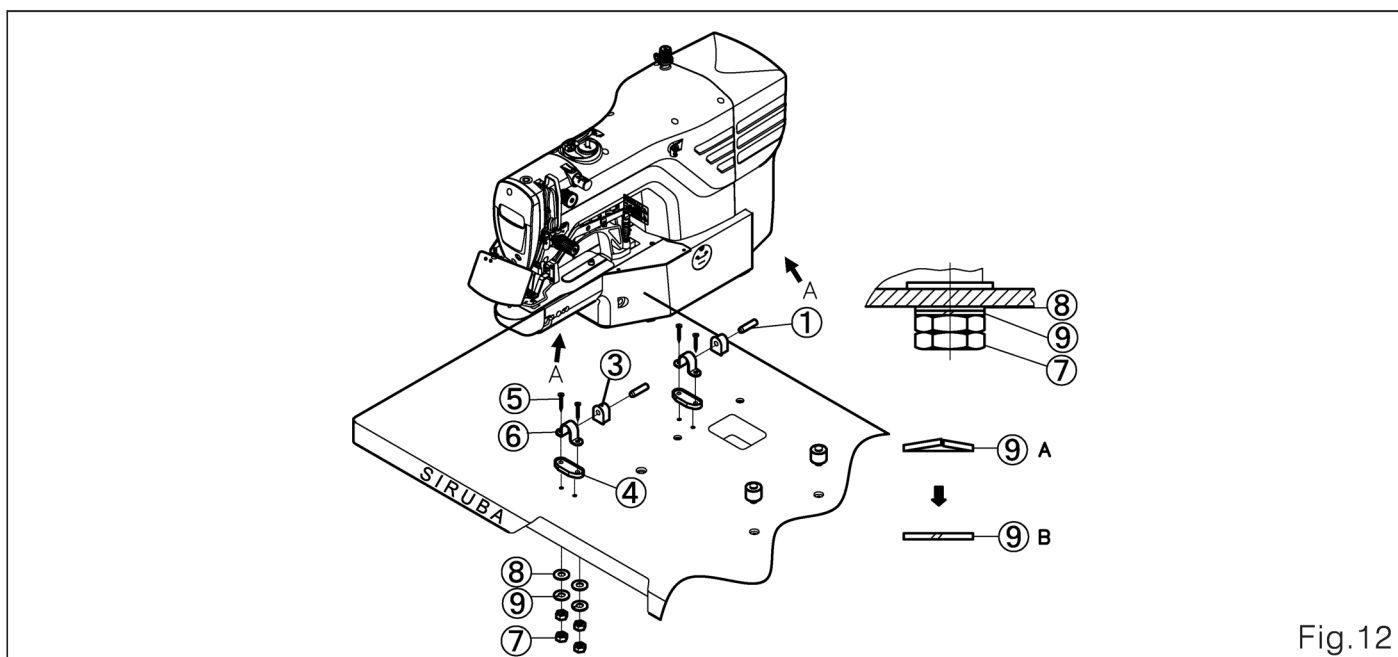

Fig.12
5. Instale o cabeçote da máquina (Fig. 12)